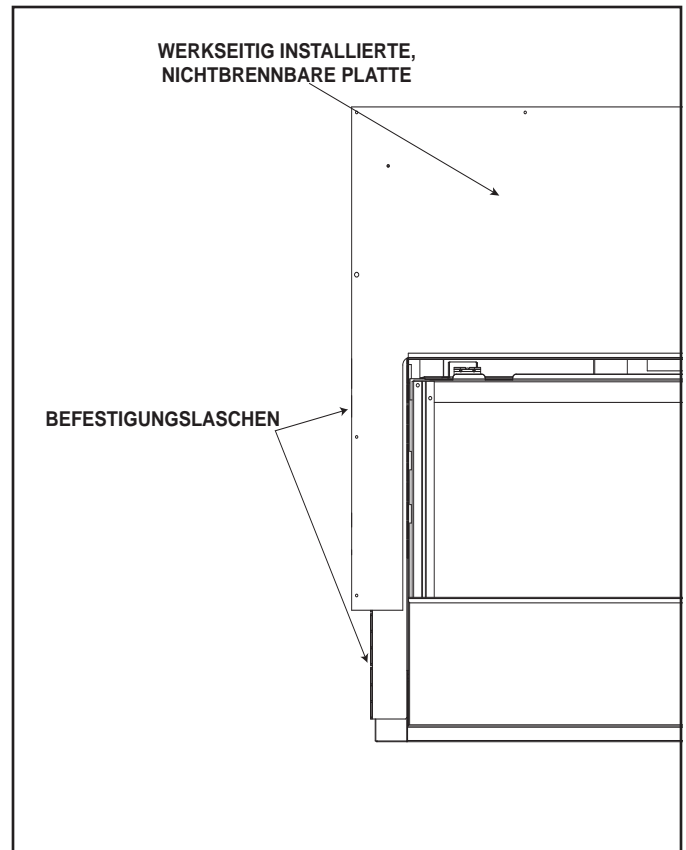

Abbildung 13.1 Einbaulage der Befestigungsglaschen
1. Biegen Sie zwei Befestigungsglaschen 180 Grad vom Kamin ab (Befestigungsglaschen links und rechts). Ändern Sie nicht die Abstandshalter. Siehe Abbildung 13.1.